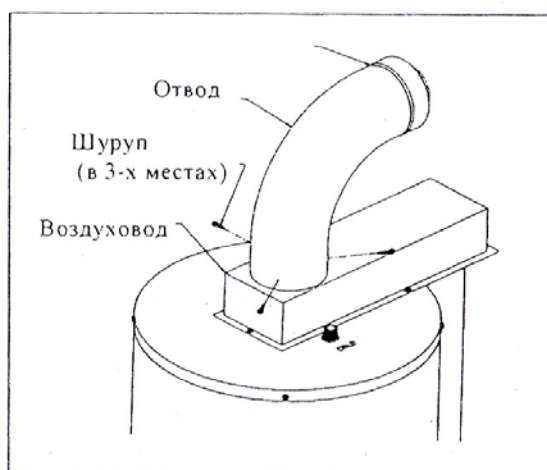

Рис. 7
6. Наденьте 127 мм. отвод ровным концом вперед поверх 76 мм. и вставьте его в воздуховод. Проверьте соосность свободных концов 76мм и 127мм отводов. Просверлите три 3 мм. отверстия через стенку воздуховода и 127мм отвода и заверните три шурупа. Будьте осторожны, чтобы не задеть внутренней трубы. (См. рис.7)